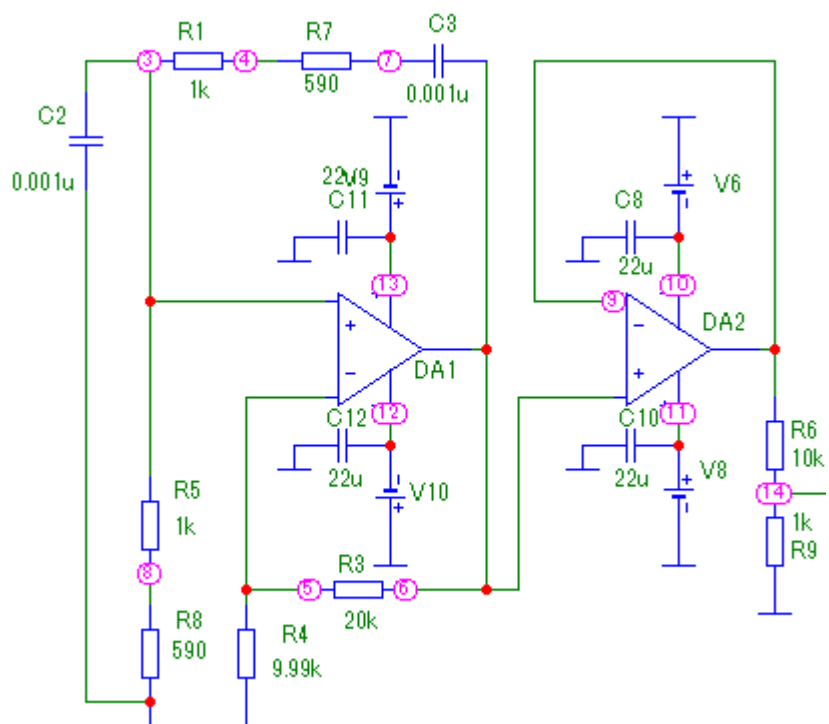

Рис.5
- рис.5.**
- рис.5.
- рис.5
- рис.5**
10. При исследовании схемы, изображенной на рис.5, возможны следующие результаты моделирования: